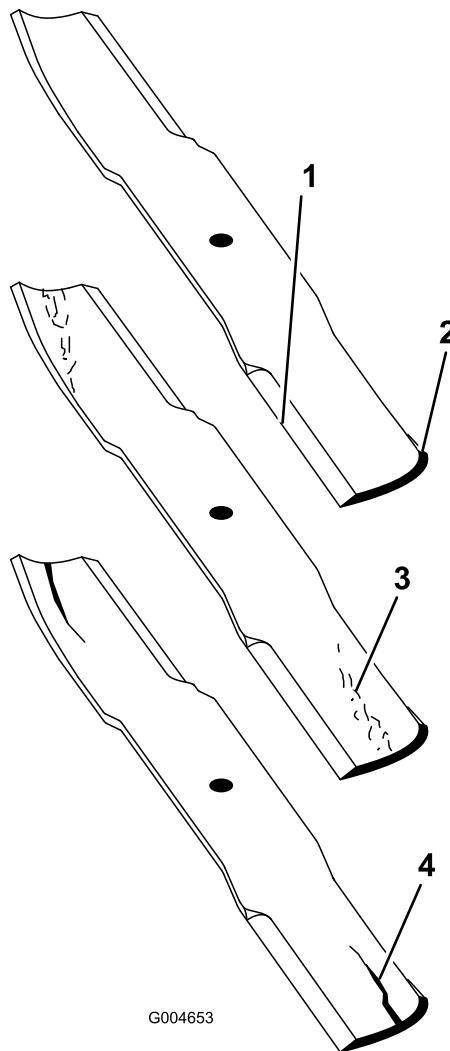

図 73
1. 刃先の部分を点検する(図73)。刃先部分が鋭利でなかったり、打ち傷がある場合には、ブレードを外して研磨する。「ブレードの研磨」を参照。
2. ブレードを点検、特に湾曲部(図73)をていねいに点検する。破損、磨耗、割れの発生などがあれば(図73)、直ちに新しいブレードに交換する。